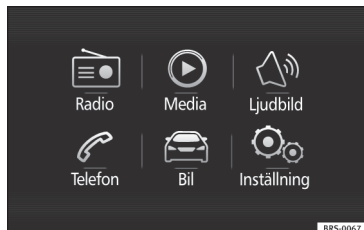

Bild 42 Easy Connect: Huvudmeny.
- Tryck på systemets **MENU** knapp och därefter systemets funktionsknapp **Vehicle** » bild 42 eller systemets knapp **CAR** för att öppna meny **Vehicle** » bild 43.